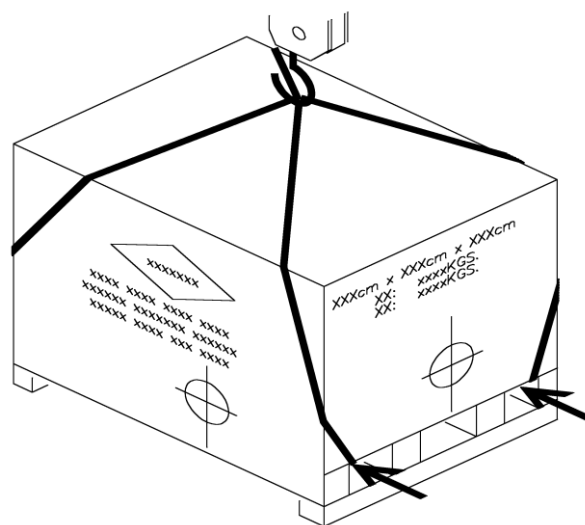

Рис. 4.1.1
- (2) Грузоподъемность крана должна превышать вес поднимаемого груза.
- (3) Подготовьте подходящие стропы.
- (4) Перепроверьте стропы перед началом работ по подъему.
- (5) Разместите стропы, как показано на Рис.4.1.1.
- (6) При подъеме грузчики должны держаться отдельно от станка, недопускать появления людей под поднимаемым грузом или в опасной близости от него.
- (7) Грузчики должны иметь соответствующую квалификацию и допуск к проведению работ.